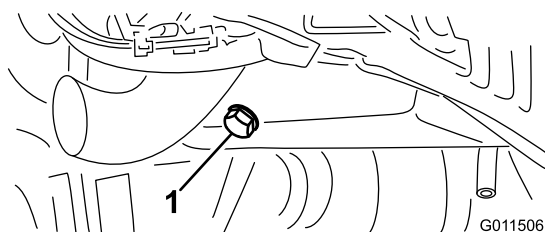

Figura 53
1. Togliete un tappo di spurgo (Figura 53) e lasciate defluire l'olio in una bacinella. Quando l'olio cessa di defluire, rimontate il tappo.